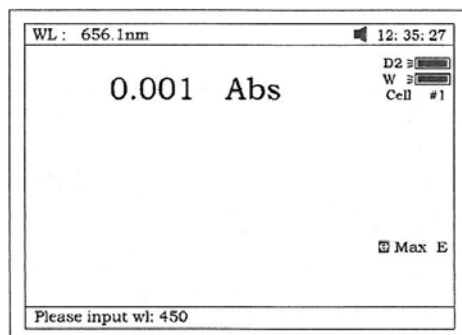

Fig 11
- Use el teclado numérico para ingresar la longitud de onda (Fig 11)